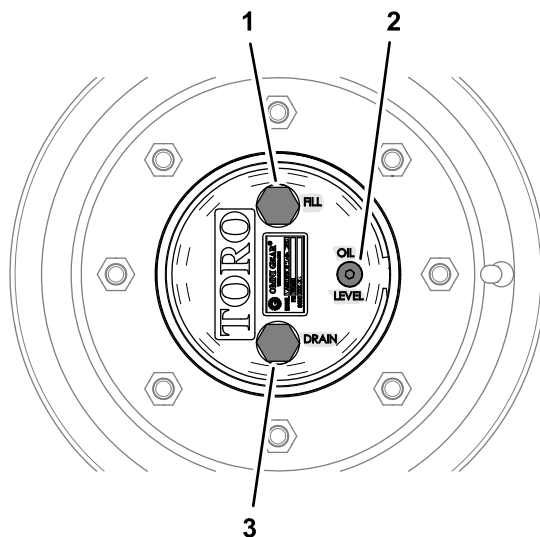

图 83
1. 机器在水平地面上时调整一个车轮的位置以便让加油塞处于最高12点钟位置排油塞处于最低6点钟位置图 83。
1. 机器在水平地面上时调整一个车轮的位置以便让加油塞处于最高12点钟位置排油塞处于最低6点钟位置请参阅 检查行星齿轮传动润滑油 \(页码 51\)中的图 83。